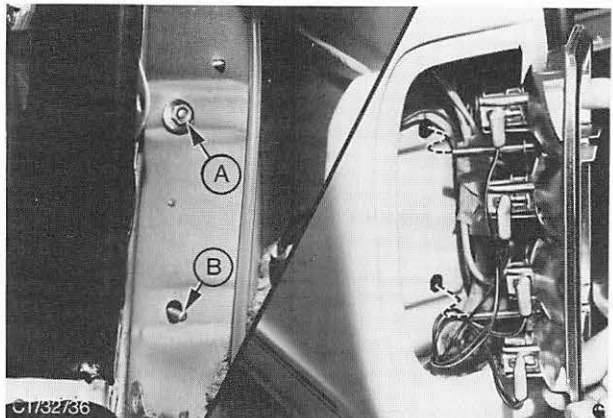

Abb. 14 A = Mutter und Scheibe – Rückleuchten-Befestigung
3. Beide Muttern und Scheiben entfernen und Rückleuchte kompl. aus dem Karosserieausschnitt nehmen. Abb. 14.
6. Rückleuchte kompl. in den Karosserieausschnitt einsetzen und mit den Scheiben und Muttern befestigen. Abb. 14.